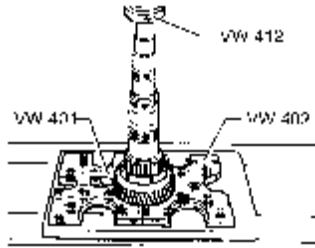

图 9-96 压出 1、2 挡同步器
(9) 压出 1 挡和 2 挡的同步器体和换挡齿轮，如图 9-96 所示。